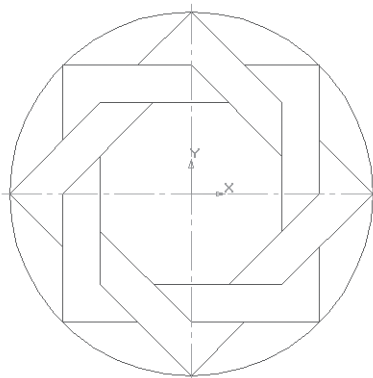

Рис. 81
- было рассмотрено в §10 рис. 59 (при этом будут удалены вспомогательные кривые и точки деления окружности на равные части) – рис. 81.